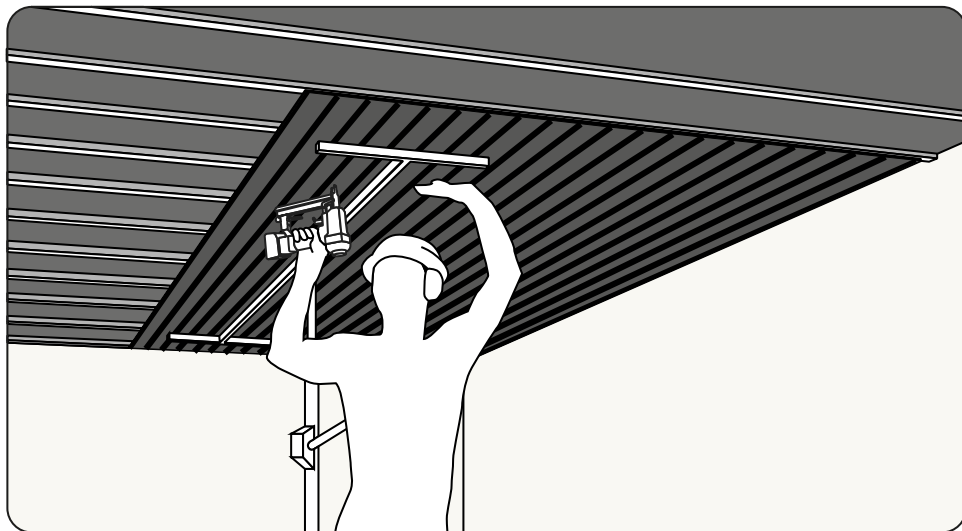

Bild 9.
- Lyft den panel som ska installeras till rätt plats med en skivlyft, tvärs över reglarna. Håll skivlyften på plats tills panelen sitter ordentligt fast (se bild 9).
- Lift the panel into position with a panel lift, keeping it perpendicular to the battens. Hold the lift in place until the panel is securely fastened (see figure 9).